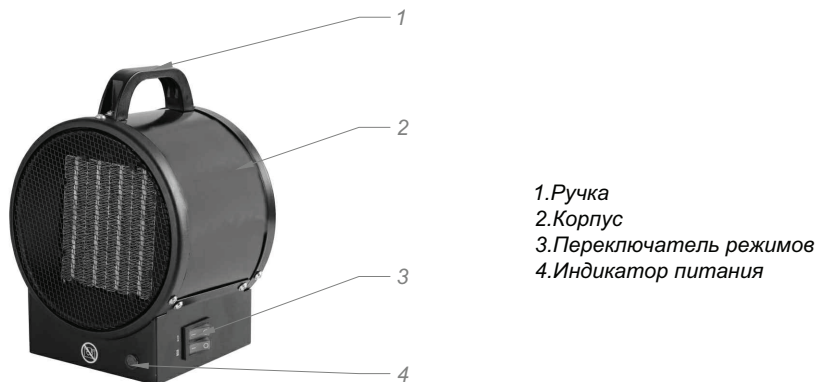
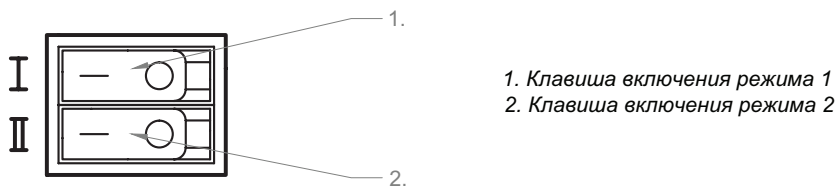

Рис.1. Тепловая пушка
Рис.2. Клавиши управления
5.1 Корпус (2) тепловой пушки (см. рис. 1) изготовлен из листовой стали, покрытой высококачественным полимерным покрытием. Внутри корпуса расположены осевой вентилятор и высокоэффективный металлокерамический электронагреватель.
Вентилятор втягивает воздух через отверстия в задней стенке корпуса, воздушный поток, проходя через электронагреватель, нагревается и подается в помещение через отверстия в передней стенке корпуса. Органы управления изображены на рис. 2. Пластмассовая ручка (1) (рис. 1) служит для переноски тепловой пушки. Подключение к электросети осуществляется с помощью шнура питания с сетевой вилкой.
Для включения тепловой пушки нажмите клавишу включения режима 1 (рис.2.), при этом тепловая пушка будет работать в режиме вентиляции с включенным нагревательным элементом на 1/2 мощности. При нажатии клавиши режима 2 (рис.2.) тепловая пушка будет работать в режиме вентиляции с включенным нагревательным элементом на полную мощность.
Для выключения тепловой пушки необходимо установить клавиши включения режимов 1 и 2 (рис.2.) в положение выключено «0», при этом должен отключиться вентилятор. Затем отключить тепловую пушку от электропитания.